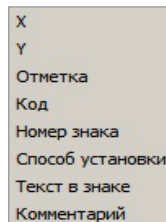

Рис. 4.6
3. В правой части выбрать имена столбцов. Для этого надо кликнуть правой клавишей мыши по заголовку столбца и выбрать необходимый пункт из контекстного меню (рис. 4.6).